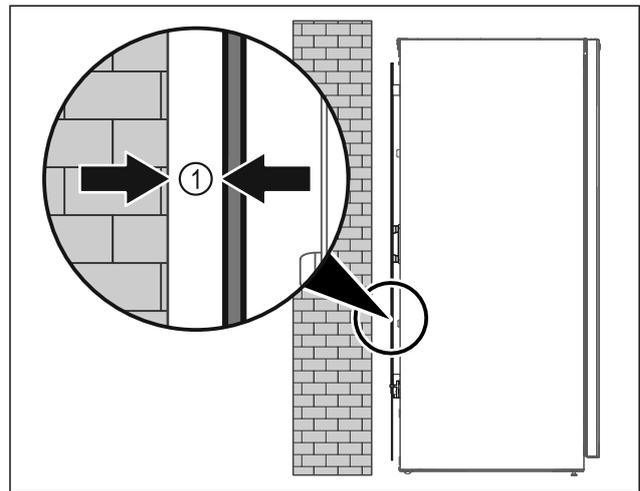

Fig. 7
- ▶ Instalar el electrodoméstico en medio de una sala o directamente arrimado a una pared con una distancia mínima de 5 mm Fig. 7 (1).